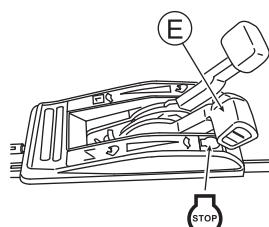

Abb. 19
6. Um die Mäharbeit zwischendurch zu unterbrechen oder zu beenden, stellen Sie den Kupplungshebel (B) und Klingenhebel (C) zurück und anschließend den Gashebel (E) auf "STOP", um den Motor abzustellen. (Siehe Abb. 19)